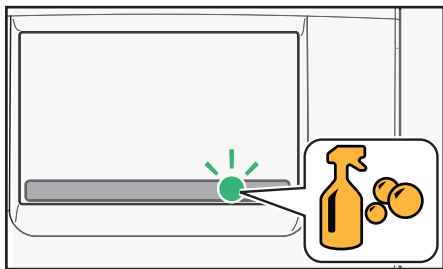

Bild 5.2 - Rengöringsikon
Kör rengöringsprogrammet när rengöringsikonen visas på displayen (bild 5.2).
- Tryck på rengöringsikonen, som visas på pekskärmen, när sköljning krävs (bild 5.2).
- Tryck på rengöringsikonen, som visas på pekskärmen, när komplett rengöring krävs (bild 5.2).